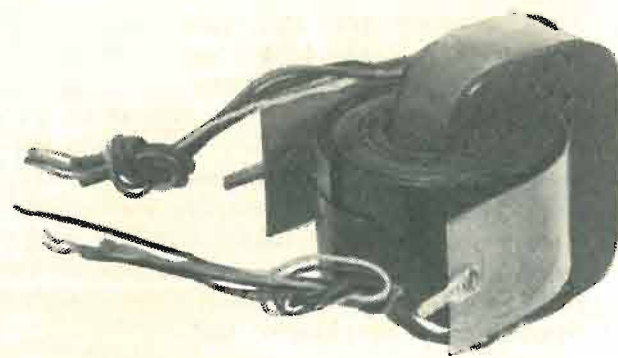

Fig. 6. - Piccolo autotrasformatore a un nucleo.
1) *Piccoli trasformatori ad 1 nucleo:* la fig. 6 illustra un piccolo autotrasformatore di questo tipo per alimentazione di radio-ricevitori con valvole rimlock. Esso rappresenta la più semplice espressione di trasformatore a nucleo avvolto.